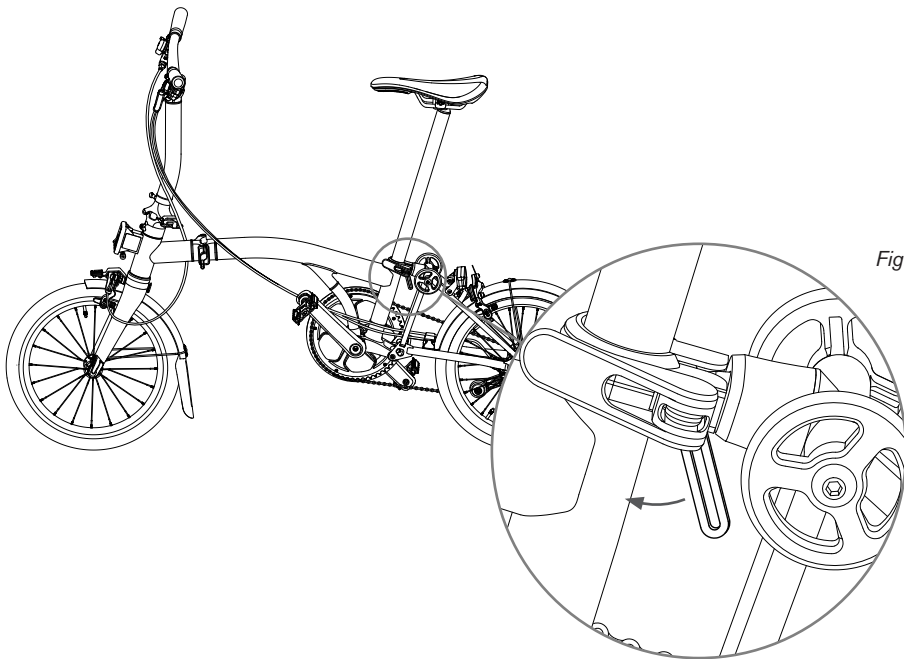

Fig. 12
- Insérez le câble interne IC dans la gaine (fig. 12)
- À l'aide d'une pince à becs pointus ou d'un outil similaire, tirez le câble au travers de la gaine et insérez-le dans le dérailleur (fig. 12)
Pour libérer le cadre arrière, appuyez sur le petit levier (fig. 12) vers l'avant et soulevez le vélo afin que le bloc de suspension s'éloigne du verrou et que la roue arrière bascule sous le cadre. Abaissez la bicyclette afin qu'elle repose en position stationnée.